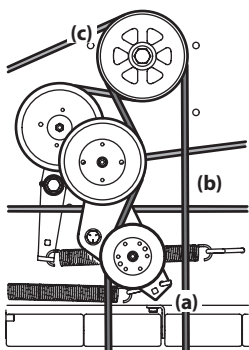

Figure 4-15
- Insérez un bras de force de 1/2" dans le support de la poulie de tension (a) et tournez-le vers la droite de l'appareil. Faites glisser la courroie de la prise de force (b) hors de la poulie de la prise de force (c). Voir Figure 4-15.